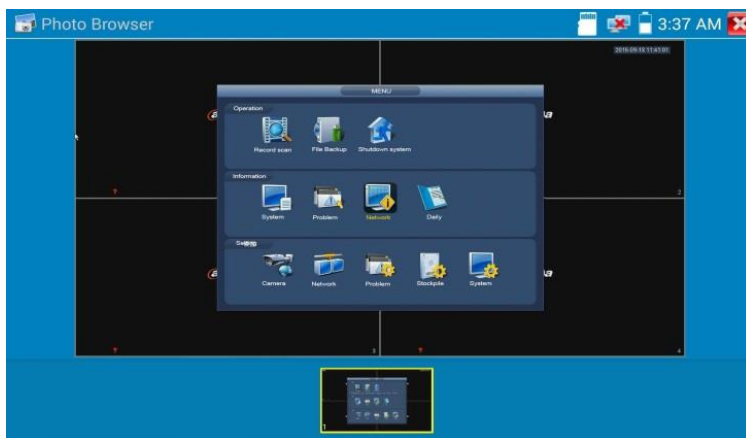

Рис. 66 Просмотр сохраненных фото/скриншотов
- Нажмите на иконку Фото (Photo) в правом столбце для просмотра файла с изображением (например, скриншот). В открывшемся окне дважды нажмите на файл, который необходимо просмотреть, чтобы открыть его на весь экран. Повторное двойное нажатие вернет из просмотра изображения (рис. 66).